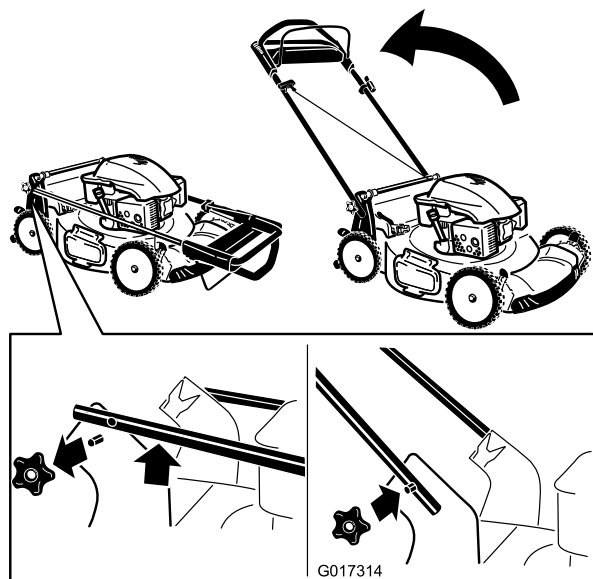

Figura 3
- Retire y guarde los pomos del manillar de la carcasa de la máquina (Figura 3).